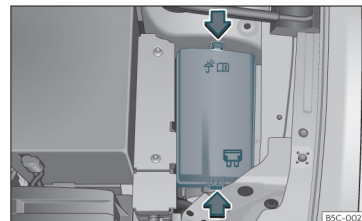

Fig. 48 Nel vano motore: coperchio della scatola dei fusibili.
- Premere le linguette di blocco per sbloccare il coperchio della scatola dei fusibili » **fig. 48**.